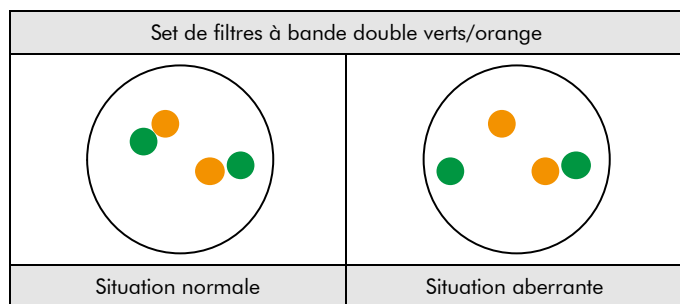

Fig. 2 : Résultats attendus dans les noyaux en interphase normaux et présentant une aberration
**Situation normale :** Dans les interphases de cellules normales ou de cellules sans une translocation impliquant la région du gène NUP98, deux signaux verts et deux signaux orange apparaissent. Dans des échantillons prélevés sur des tissus normaux, on a parfois observé des signaux de scission tissulaire. Il est donc important de définir soigneusement les spécifications de coupure afin d'éviter des résultats faussement positifs. (voir figure 2).
**Situation aberrante :** Une région du gène NUP98 affectée par une translocation est indiquée par un signal vert séparé et un signal orange séparé (voir figure 2).